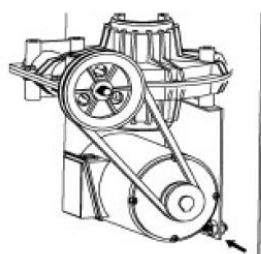

Рис. 11
**Примечание:** Периодически проверяйте и регулируйте натяжение ведущего ремня. Правильно отрегулируйте регулировочную гайку для достижения правильного натяжения (рис. 11).